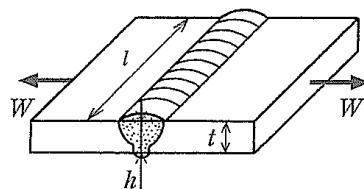

図2
**第2問題** 図2のように、突合せ溶接をした板厚 $t=12$  [mm] の鋼板に $W=48$  [kN] の引張荷重が作用したとき、次の間に答えよ。ただし、材料の引張強さを400 [MPa] とする。